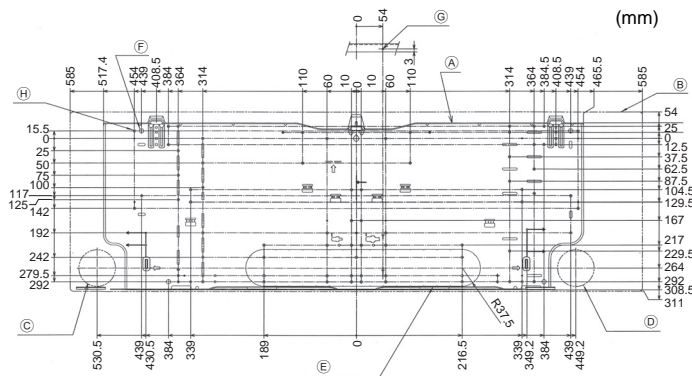

Fig. 3-2
■ PKFY-P-VKM-E (Fig. 3-2)
- A Placa de montagem ①